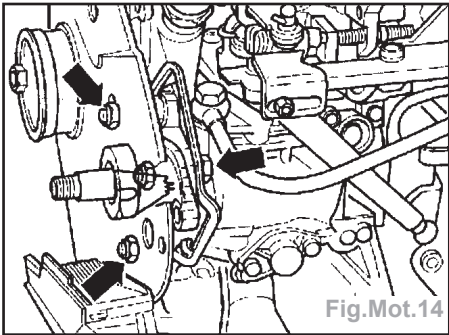

Fig.Mot.14
- Dévisser les vis de fixation de la console (flèches) (Fig.Mot.14).